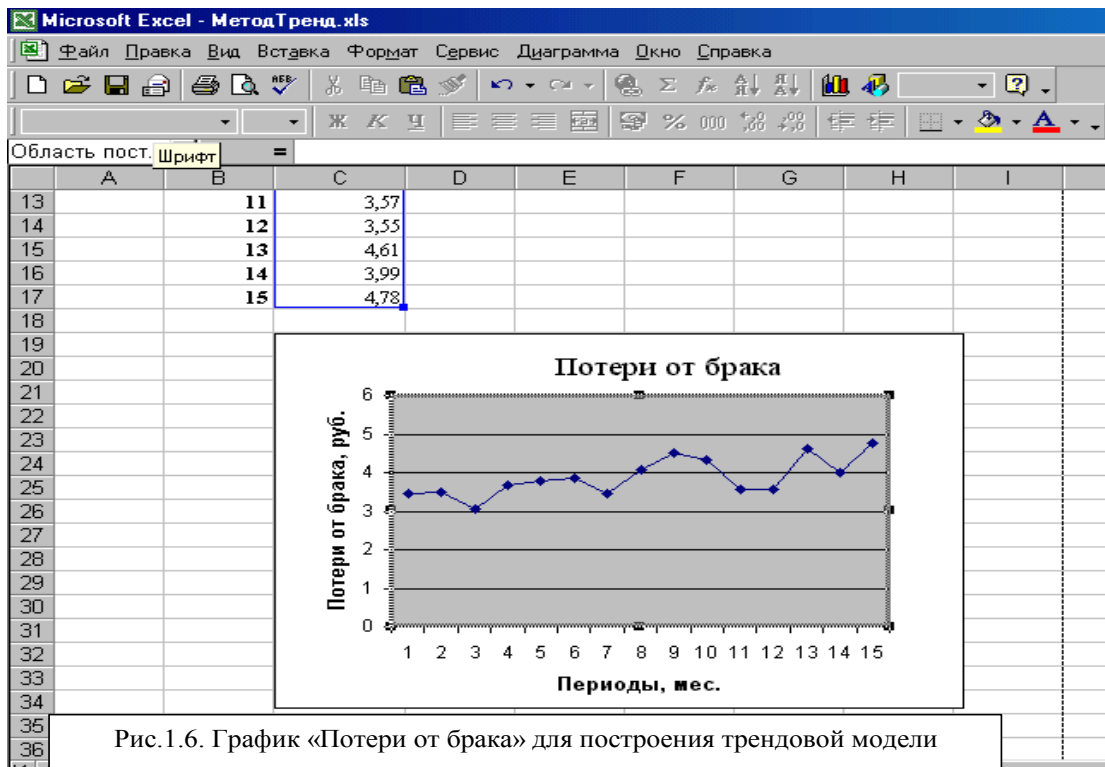

Рис.1.6. График «Потери от брака» для построения трендовой модели
1.6. Результат работы Мастера диаграмм – график «Потери от брака» – является основанием для построения трендовой модели (Рис.1.6.).